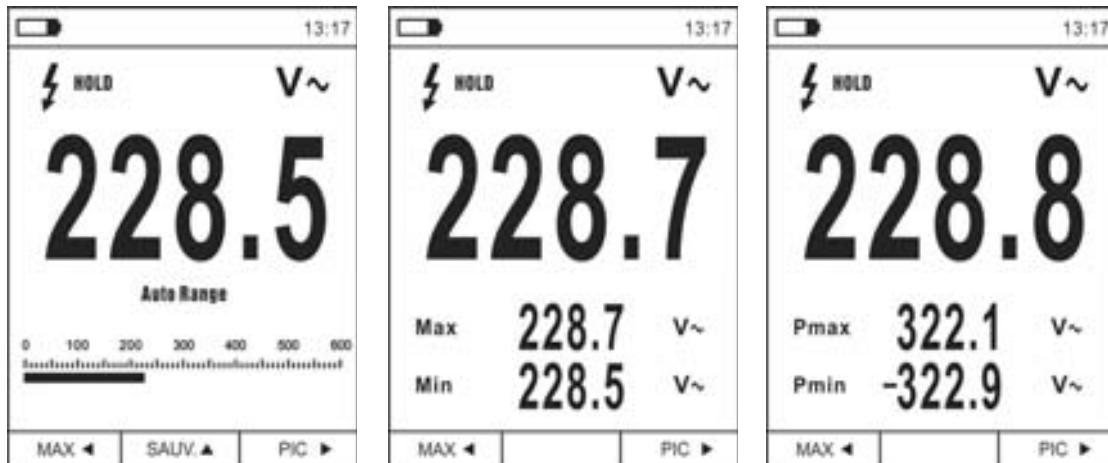

Fig. 9: Mesure MIN/MAX et PIC
1. Appuyer sur la touche **MAX** ◀ pour entrer dans la mesure des valeurs MAX et MIN de la grandeur testée (voir Fig. 9 – partie centrale). Les symboles « MAX » et « MIN » s'affichent à l'écran
6. Appuyer sur la touche **PIC** ▶ pour entrer dans la mesure des valeurs de Crête de la grandeur testée (voir Fig. 9 – partie droite). Les symboles « Pmax » et « Pmin » s'affichent à l'écran et les valeurs sont actualisées avec les mêmes modalités que la fonction MAX/MIN